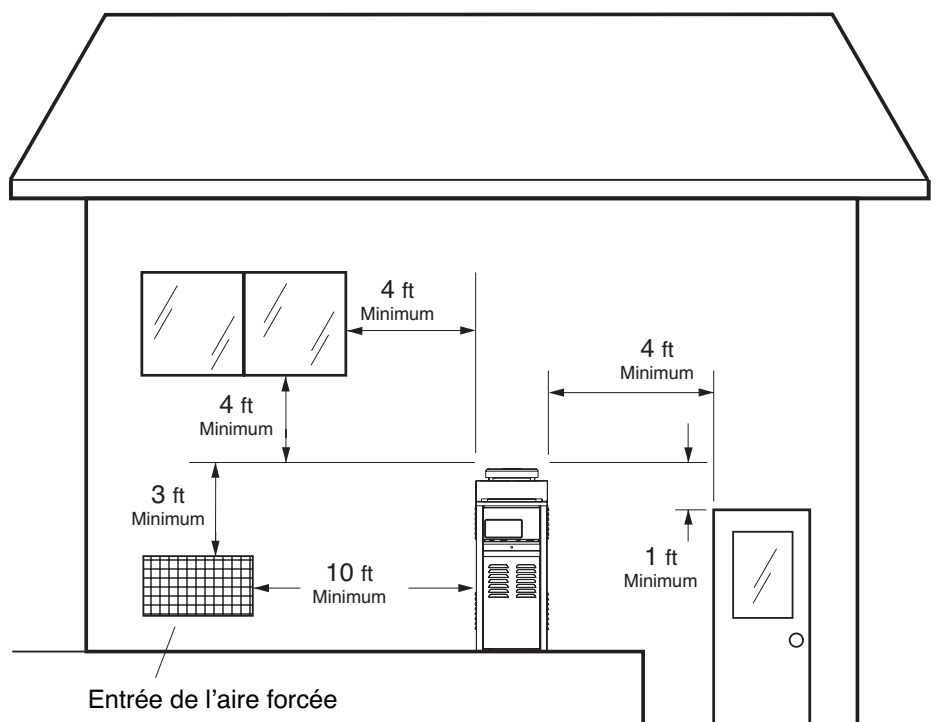

Figure 6. Dégagement des Installation Extérieur.
- Pour des installations dans l'États-Unis, la pointe ou les produits de fumée sorts doit être un minimum de 4pieds au-dessous de, 4pieds horizontalement de, ou 1pied au-dessus d'aucune porte, fenêtre, ou entrée de gravité dans aucune édifice. La surface en hotte du chauffeur doit être au moins de 3pieds au-dessus d'aucune entrée d'aire forcée, ou tuyaux d'entrées localisée dedans 10pieds horizontalement. Voyez Figure 6.